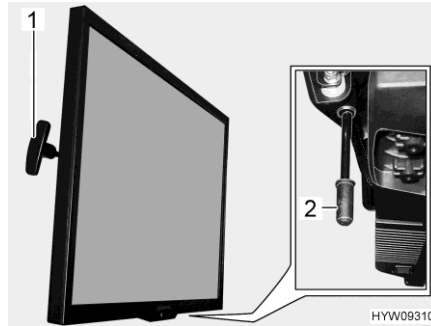

Fig. 103 Schermo piatto
- Tirare la maniglia (Fig. 103,1) e tenerla in posizione. Lo schermo piatto è sbloccato.
- Tirare la maniglia (Fig. 103,2) verso il basso e tenerla in posizione. Lo schermo piatto è sbloccato.